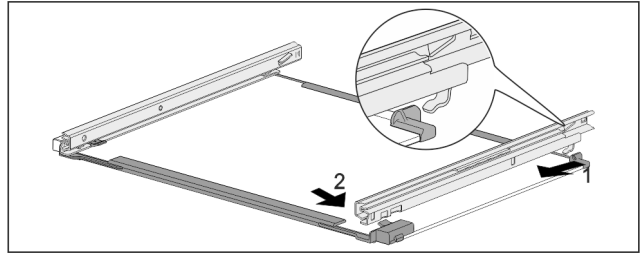

Fig. 245 Скляна пластина з рейками
- ▶ Зачепити рейку ззаду. Fig. 245 (1)
- ▶ Зафіксуйте рейку спереду. Fig. 245 (2)